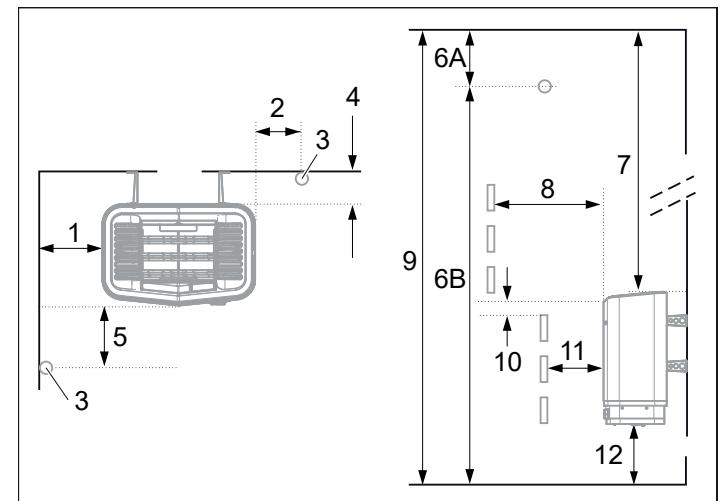

Abbildung 5: Positionierung der Heizung - normale Installation
- Positionieren Sie die Heizung in sicherem Abstand zum Boden, zu den Seitenwänden und zu Innenrauminstellungen (siehe Abbildung 5).
Positionieren Sie den Sensor, wie im Bild gezeigt (siehe Abbildung 5).